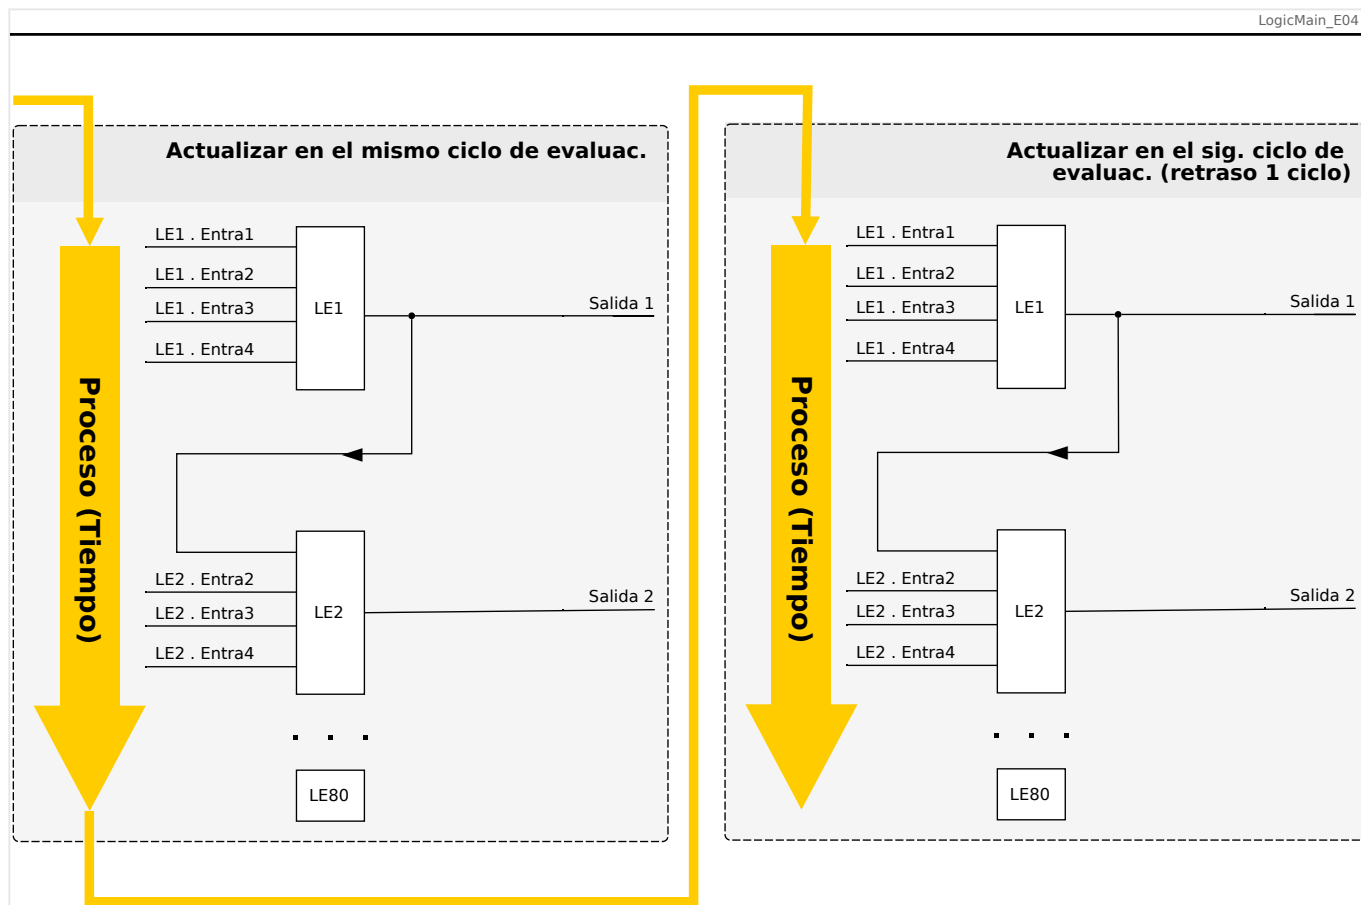
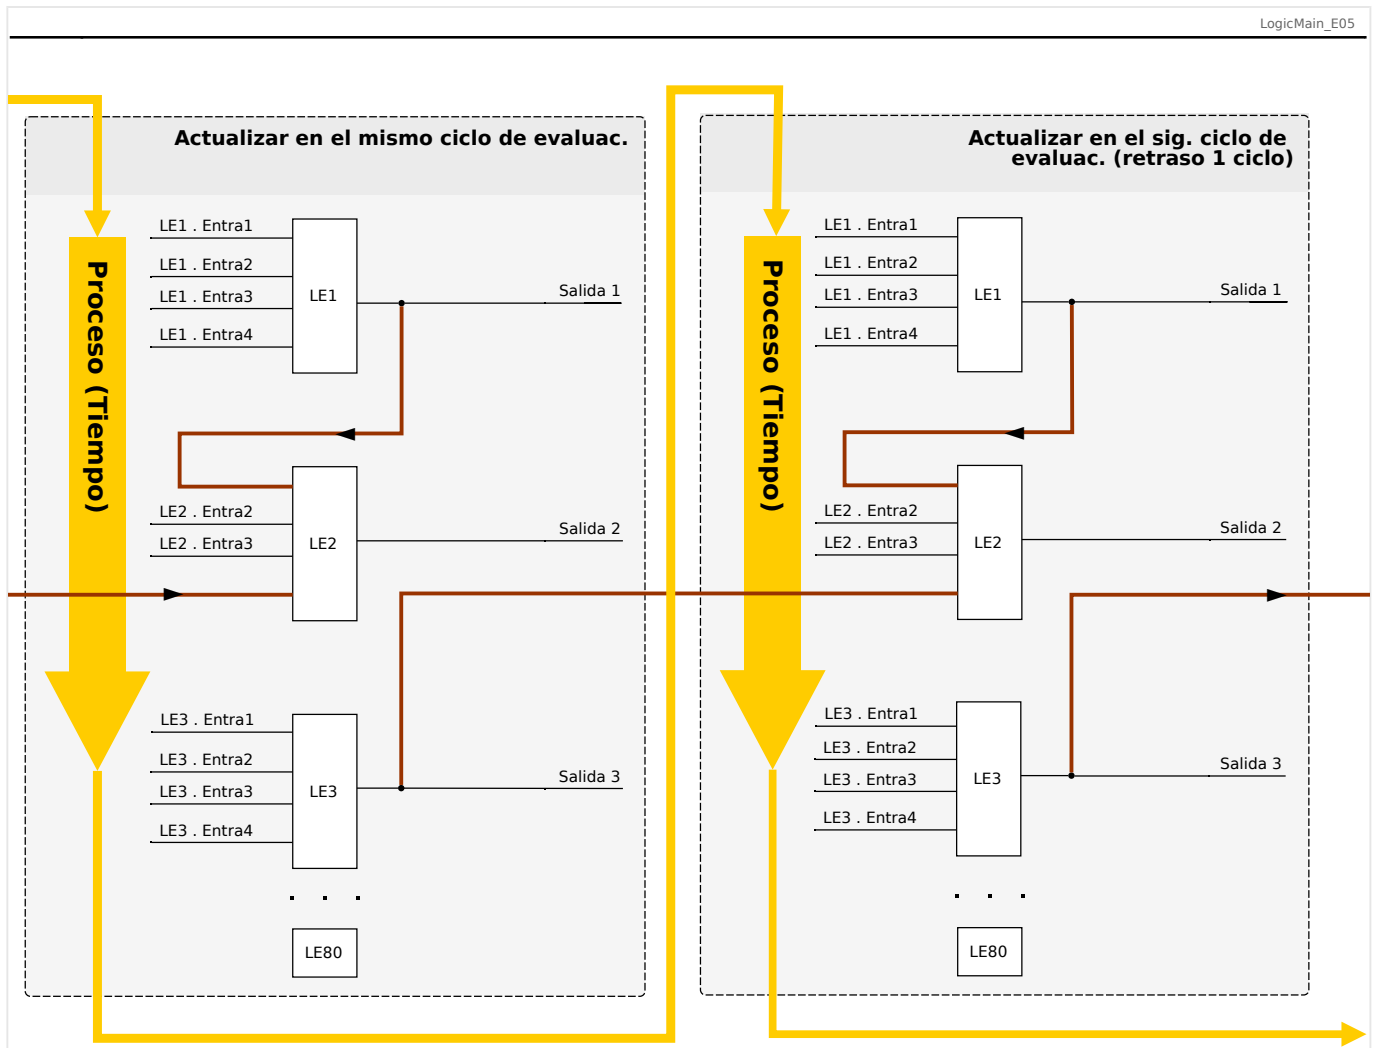

Fig. 85: Cascada en orden ascendente.
Fig. 86: Cascada en orden descendente.
- Una secuencia **ascendente** quiere decir que algunas de las salidas se usarán como entradas de una ecuación lógica con un número **mayor**. Por ejemplo, en el diagrama  Fig. 85 siguiente, se muestra un ejemplo en el que el resultado de la ecuación lógica LE1 se usa como entrada de la ecuación lógica LE2.
- Una secuencia **descendente** quiere decir que algunas de las salidas se usarán como entradas de una ecuación lógica con un número **inferior**. Por ejemplo, en el diagrama  Fig. 86, se muestra un ejemplo en el que el resultado de la ecuación lógica LE3 se usa como entrada de la ecuación lógica LE2.
Tanto la secuencia ascendente como la descendente se pueden usar y combinar entre sí, sin ninguna diferencia inmediata. Sin embargo, como todas las ecuaciones se evalúan en orden ascendente, los valores de tiempo de ejecución en sí que se usen como la entrada de una ecuación tendrán una "antigüedad" distinta, como se muestra en  Fig. 85 y  Fig. 86 a continuación.
En el ejemplo mostrado anteriormente en Fig. 86, la “Ecuación lógica 2” usa los estados de salida de otras dos ecuaciones, la “Ecuación lógica 1” y la “Ecuación lógica 3”. El resultado de la “Ecuación lógica 1” se usa en orden ascendente y, por lo tanto, se evalúa con el mismo ciclo de proceso. El resultado de la “Ecuación lógica 3” se usa en orden descendente y, por lo tanto, se evalúa en el ciclo de proceso anterior.